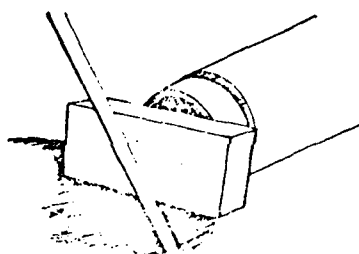

FIG. 9
10.º Passo – Faça o acoplamento (fig. 9).